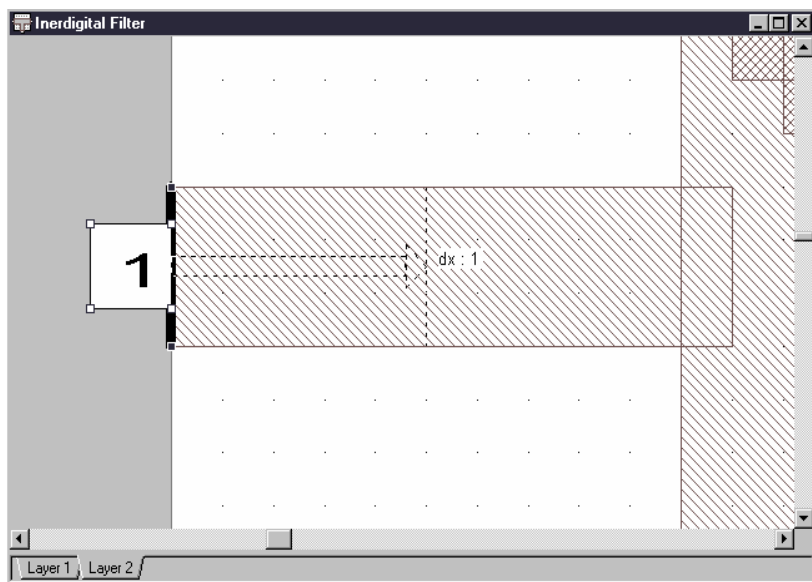

Рис. 4.13
9. Не отпуская кнопки мышки, перетащите курсор вправо, пока не будет отображено  $dx:1$  (рис. 4.13). Отпустите кнопку мышки, чтобы зафиксировать площадку.